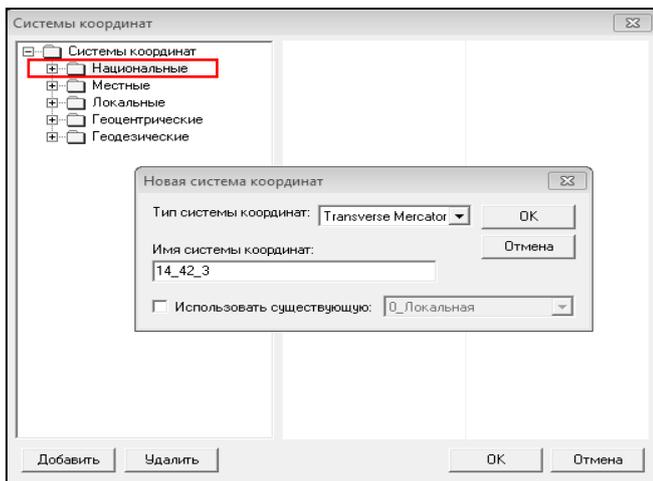

Рис. 1.2.
2.1. В раскрывшемся окне **Системы координат**, выделите узел **Национальные** и нажмите кнопку **[Добавить]**. В окне **Новая система координат** в выпадающем списке **Тип системы координат** выберите пункт **Transverse Mercator**. В поле ввода **Имя системы координат** введите «14_42_3» и нажмите кнопку **[OK]** (рис.1.2).